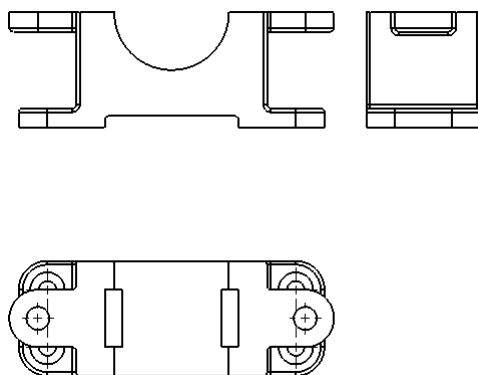

图 4.2.15 插入模型后的视图
Step1. 在图纸中右击任一视图，在系统弹出的快捷菜单中选择 **插入模型... (I)** 命令，系统弹出“插入模型”对话框，单击 **浏览(B)...** 按钮，系统弹出“打开”对话框。
Step2. 在“打开”对话框中选择 down_base.SLDPRT 模型文件，并单击 **打开** 按钮，此时图纸中视图显示结果如图 4.2.15 所示。